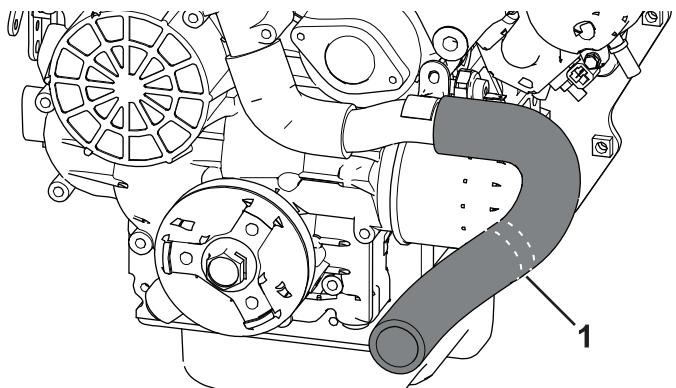

Рисунок 12
- Найдите и снимите шланг радиатора (Рисунок 12).
- Перережьте шланг радиатора по линиям отреза с помощью режущего инструмента (Рисунок 12).